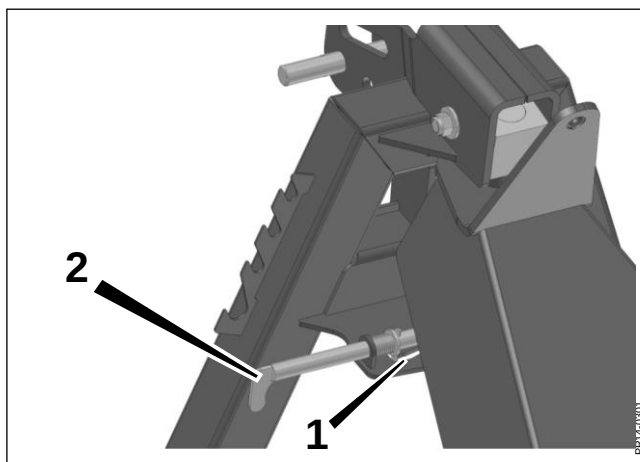

Fig. 5-1
Fig. 5-1 Lorsque la machine est levée, pousser le boulon de transport de sécurité sur la gauche à l'extrémité du guide de la goupille de serrage (2). Faire tourner ensuite le boulon de transport de sécurité de sorte que la goupille de serrage soit engagée dans le guide.